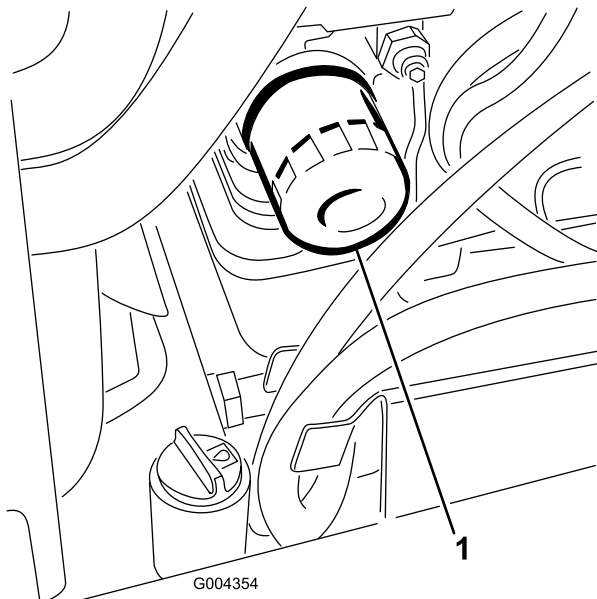

Bild 36
3. Entfernen Sie den Altfilter (Bild 36) und wischen Sie die Dichtfläche am Anbaustutzen ab.